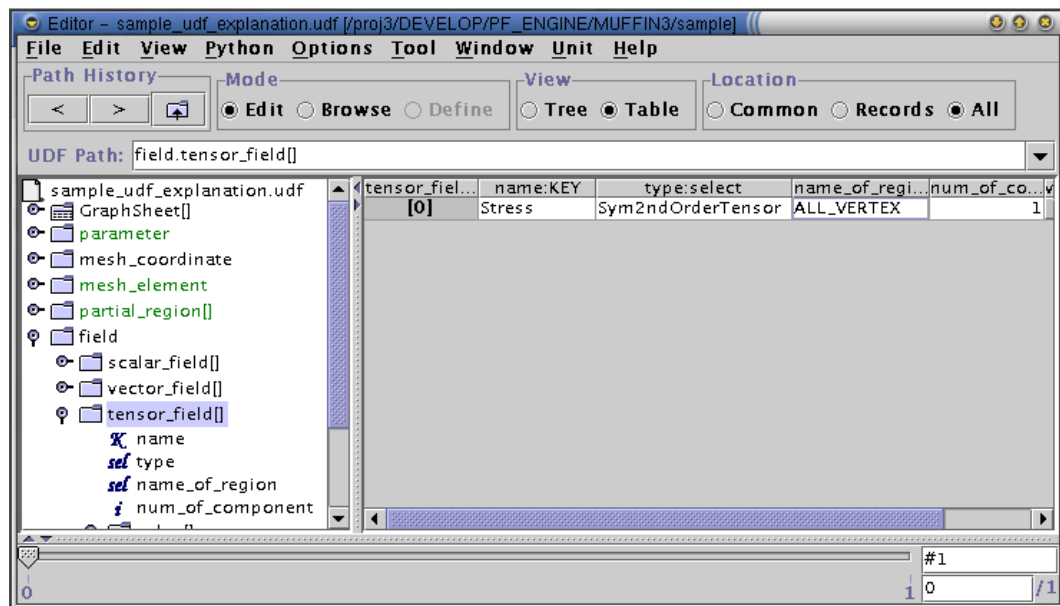

図 3.17: テンソル場データ - 場の名前・タイプ・領域名 - (UDF 解説)
- name : ... テンソル場の名前。図 3.17 は 2 階対称テンソル場の場合。